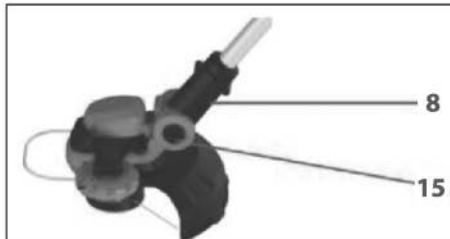

Рис.7
2. Нажмите поворотную кнопку (15) и переместите триммерную головку вверх или вниз в одно из 4 положений. Рис.7.
4. Поверните моторную часть в одно из 3 положений. Рис.7.
- При скашивании высокой травы триммер может перегреться и выйти из строя. Разделите процесс кошения на несколько этапов, постепенно снижая уровень покоса травы. Рис.7.